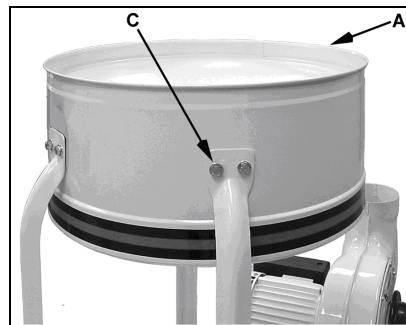

Fig 5
Befestigen Sie das Gehäuse (A, Fig 5) mit 6 Sechskantschrauben (C).